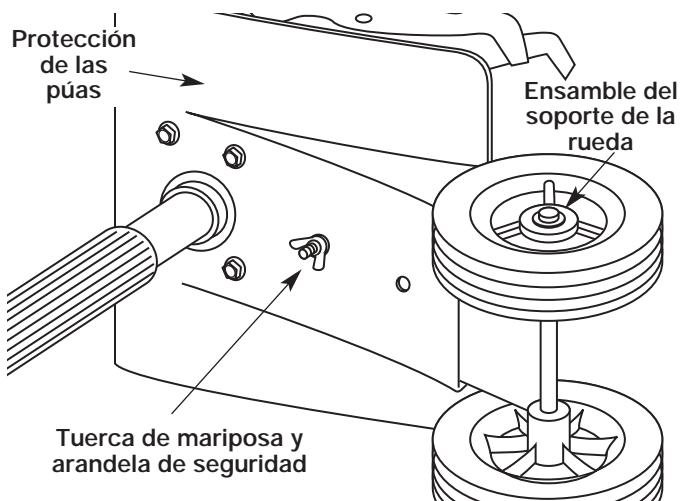

Figure 2
1. Con la unidad sobre su lado, coloque el ensamble de soporte de la rueda en el lado inferior de la protección de las púas (Fig. 2).
3. Instale una arandela de seguridad y una tuerca de mariposa en cada uno de los pernos de la parte superior de la protección de las púas (Fig. 2).